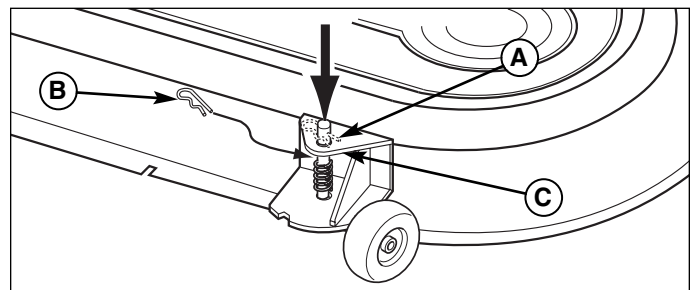

Figure 36. Réglage des roulettes-guides
1. Retirer l'agrafe en épingle à cheveux (A, B, figure 36).
2. Pour la position haute, installer l'agrafe (A) à travers l'axe au-dessus du support (C). Pour la position basse, appuyer sur le dessus de l'axe et installer l'agrafe en épingle à cheveux (B) sous le haut du support (C).